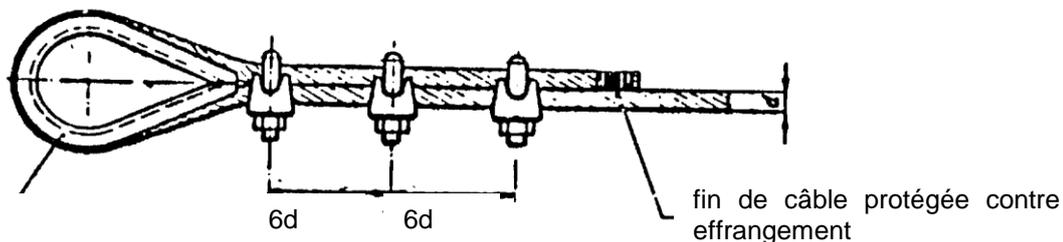

Figure 4
- Ecartement entre les serres à chaque fois 6x le diamètre de câble (pour un diamètre de câble de 8 mm: environ 48 mm) - selon la figure 4